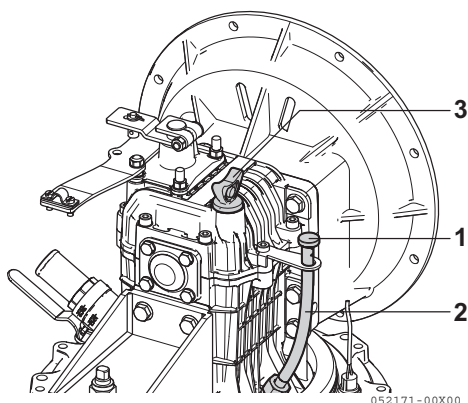
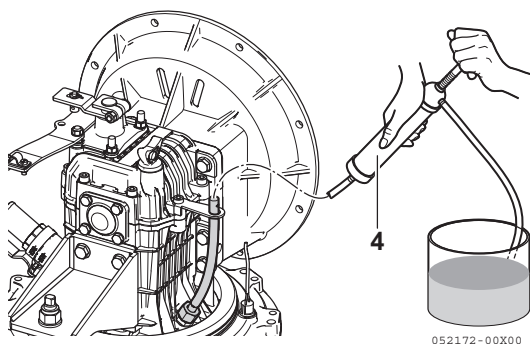

Figura 9
Figura 10
1. A mudança de óleo deve ser feita retirando a tampa (1, **Figura 9**) do tubo de sucção do óleo (2, **Figura 9**). A sucção pode ser feita com uma bomba manual (4, **Figura 10**).
2. Empurre a mangueira da bomba manual (4, **Figura 10**) através do tubo de sucção (2, **Figura 9**) e puxe o fluido para fora.
4. Desaperte a vareta do óleo (3, **Figura 9**).
6. Enrosque a vareta do óleo (3, **Figura 9**).